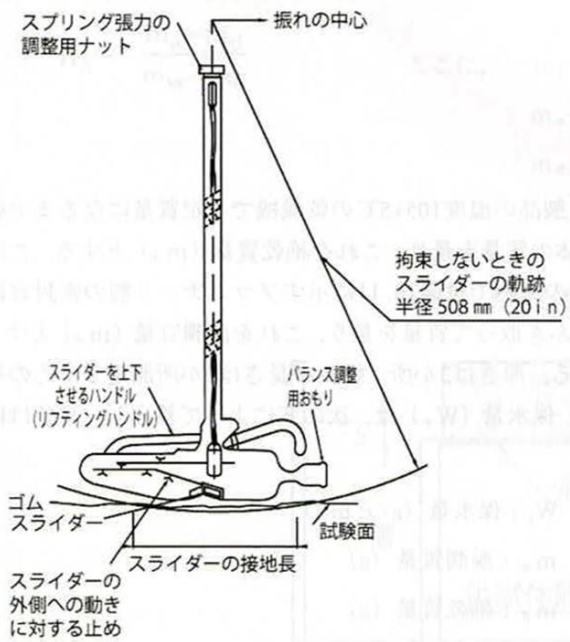

図2 スプリングレバー機構
- ・スプリング・レバー機構(図2) : 幅 76.2mm のスライダーと試験面との間に「ASTME303」の方法で測定したとき 24.5 ± 0.98N の平均垂直荷重を与えるもの